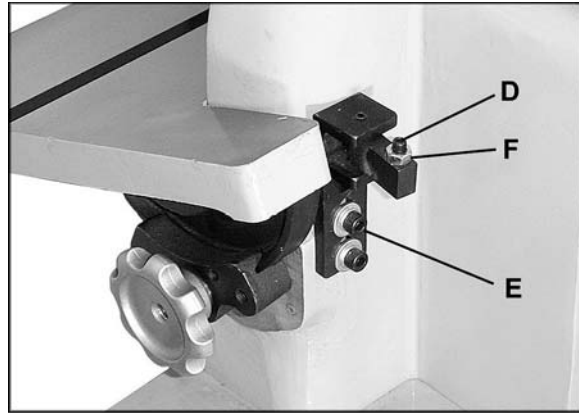

Figura 17
Un tornillo de tope (D, Figura 17) de cero grado, está localizado por detrás del disco. El bloque debería ser preparado para un ajuste rápido de la mesa a la posición cero (mesa a 90 grados). El bloque debe pivotar de la posición para que la mesa sea inclinada para abajo. Si se necesita de un ajuste mayor de tope de cero grados, afloje los tornillos de cabeza hexagonal hueca (E) y eleve o baje el soporte. Para una ajuste fino, afloje la tuerca (F) y gire el tornillo de tope (D) hacia afuera o hacia adentro tanto como sea necesario. Ajuste nuevamente la tuerca (F).